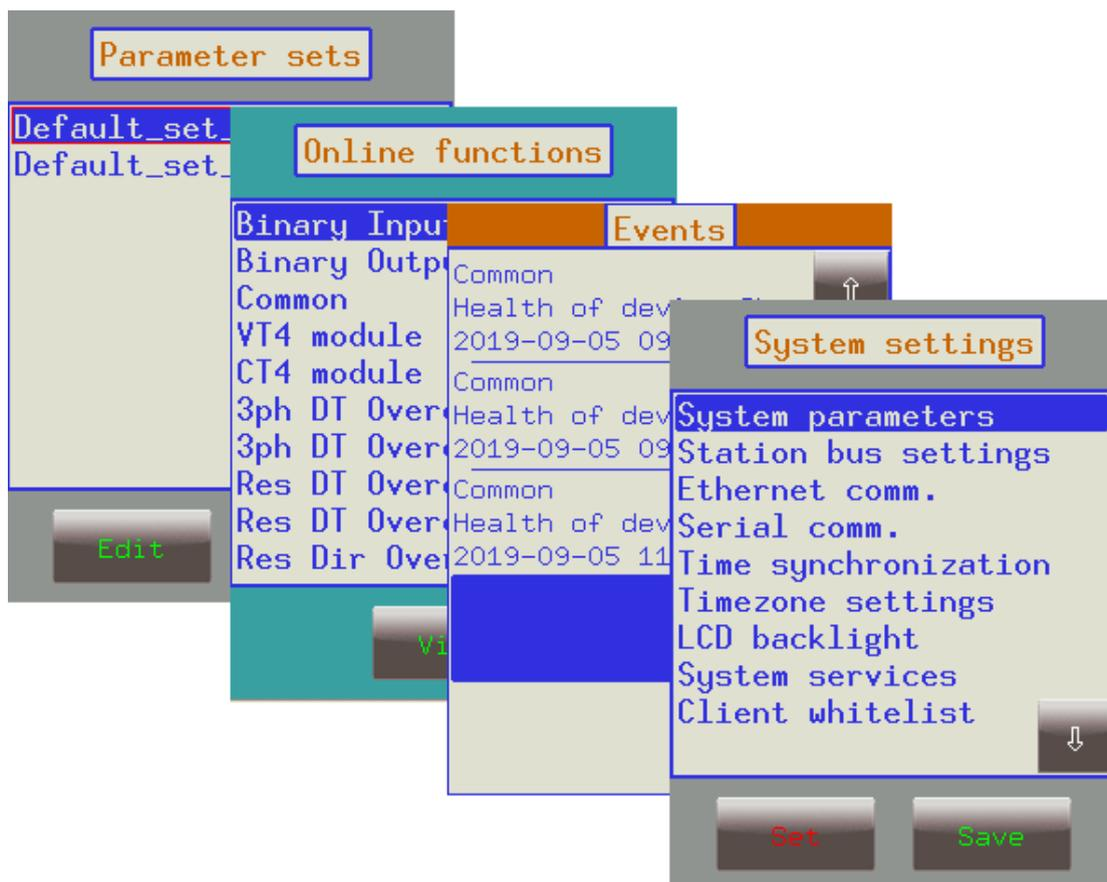

Figura 3-3 Afisaje implicite meniu (excluzand afisajul principal) prezentate pe ecranul LCD
**Butonul de modificare a ecranului** – acest buton fizic modifica afisajul prezent si trece la urmatorul. Afisajele disponibile si ordinea in care apar acestea in mod implicit sunt: afisajul principal, parametri, on-line, eveniment, setari de sistem si afisajele personalizate care pot fi adaugate de catre utilizator cu ajutorul software-ului EuroCAP. Comanda poate fi modificata in editorul LCD din instrumentul de configurare EuroCAP. La apasarea butonului “**Change screen button**” – de pilda – sunt vizualizate ferestrele din Figura 3-3 si aplicate una cate una, ciclic.